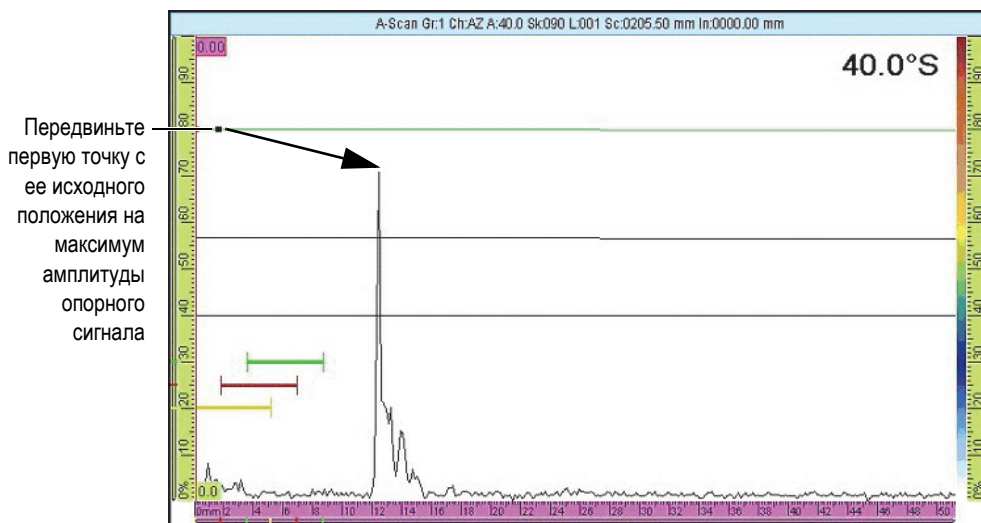

Рис. 6-4 Первая точка кривой DAC
4. Поместите датчик на образец таким образом, чтобы на экране А-скана отображался максимум сигнала от контрольного отражателя, связанного с первой точкой, которую необходимо добавить на кривую DAC (см. Рис. 6-4 на стр. 165).